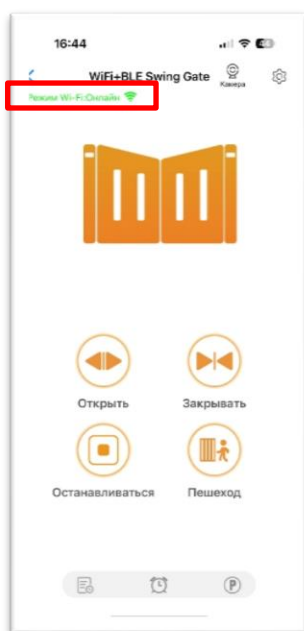

Рисунок 6
- ★ После успешного подключения устройства к сети Wi-Fi оно поддерживает удаленное управление и настройку через мобильное приложение. (Рис. 6)